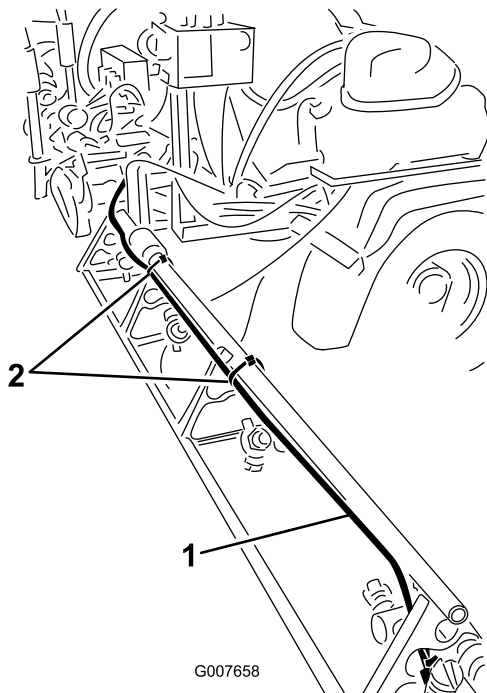

図 7
- A. 右側ブームで、上サポート・ポールに沿って泡ホースを取り付ける（図 7）。